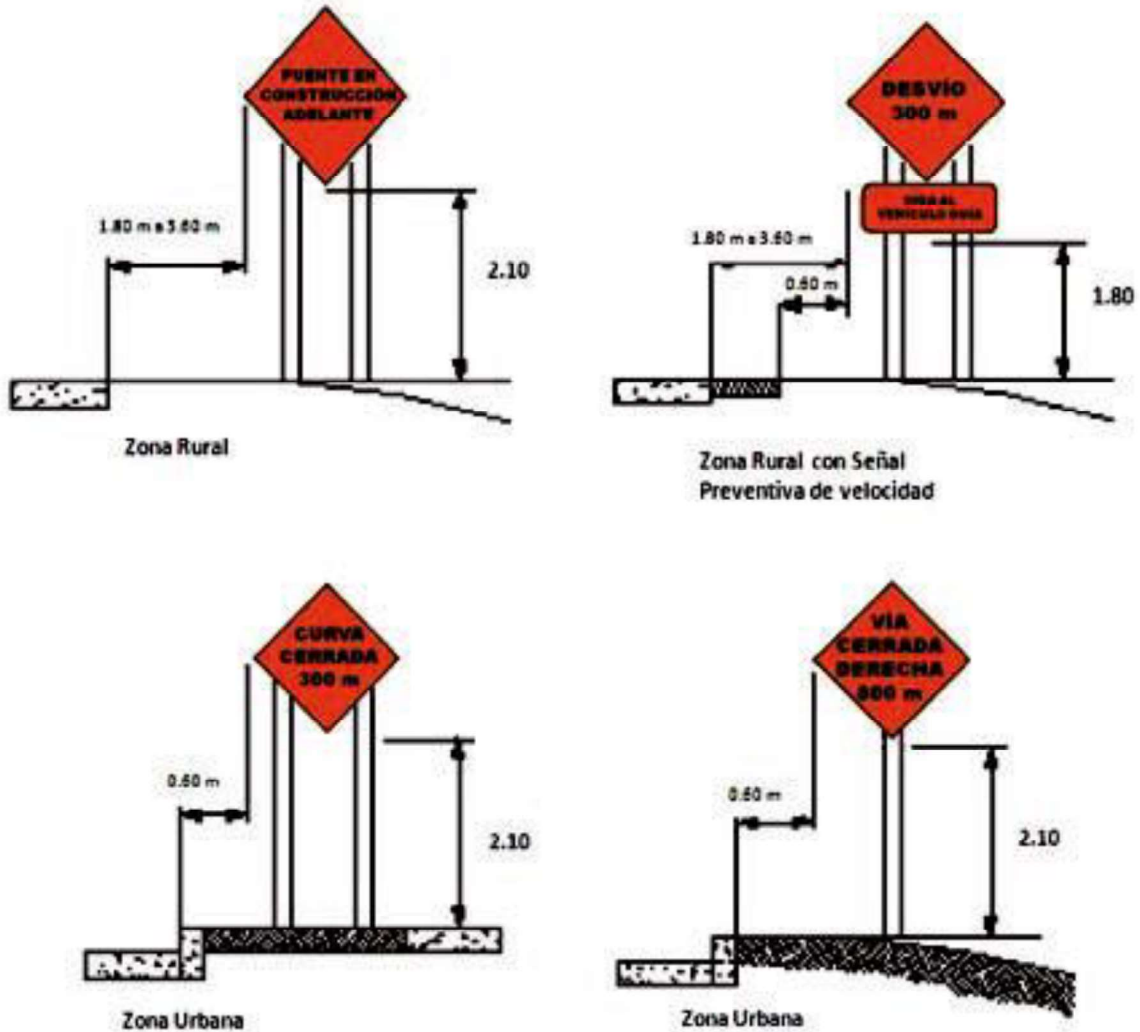

FIGURA 2
**VER FIGURA 2 - INSTALACIÓN TÍPICA DE SEÑALES VERTICALE.**